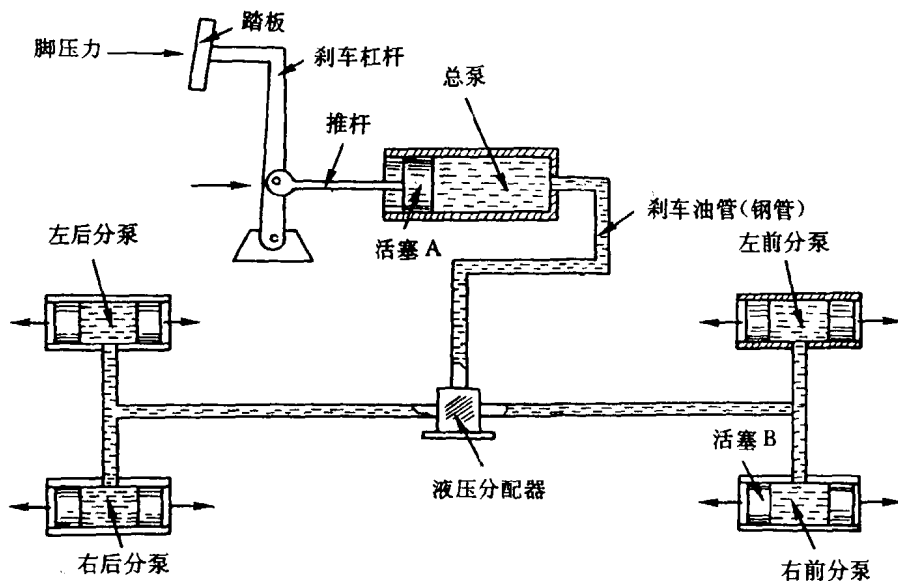

图 1-11 液压传动系统
(5) 刹车系统中液压的使用: 如图 1-11 所示, 为一简单的液压刹车系统 (hydraulic brake system)。